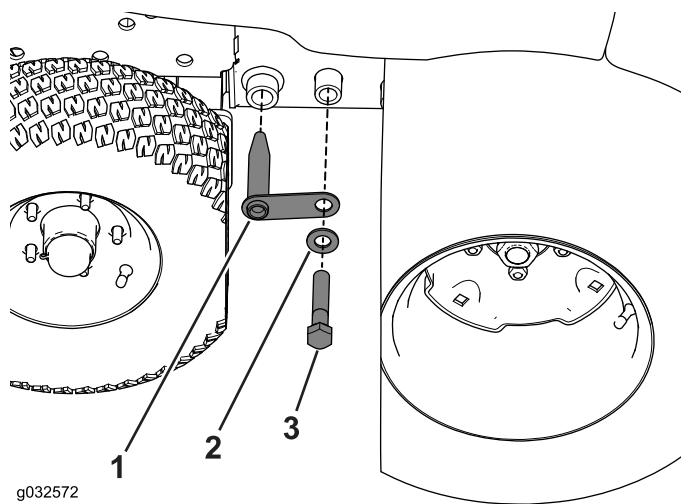

図 117
7. 機体フレームから、ボルト、ワッシャ、カップラリンクを外す図 117。